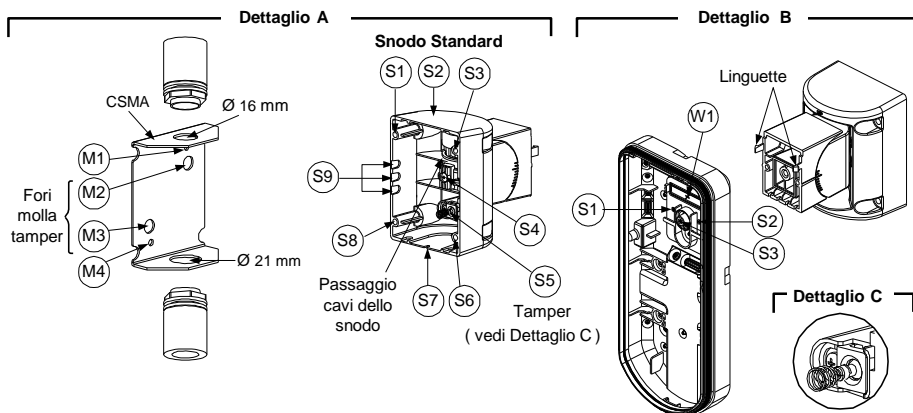

Figura 6
3. Aprire i fori a sfondare della base esterna (figura 6, Dettaglio B)
4. Sullo snodo aprire le predisposizioni per il passaggio cavi S2, S7 o S9 (figura 6, Dettaglio A).
5. Rimuovere il tamper antirimozione dalla base interna (consultare paragrafo "Modifica della posizione del tamper antirimozione") e collegarlo a S5 (figura 6, Dettaglio A) sullo snodo standard..
- a. Inserire il cavo esterno attraverso le predisposizioni S2, S7 o S9 (incluso i cavi del tamper) ed estrarlo facendolo passare attraverso il passaggio cavi dello snodo (figura 6, Dettaglio B).
(utilizzare l'adattatore metallico per tubo elettrico - CSMA, figura 6, Dettaglio A)
- Inserire i cavi esterni e i cavi del tamper che arrivano dal tubo elettrico facendoli passare tramite il passaggio cavi dello snodo (Figura 6, Dettaglio A).